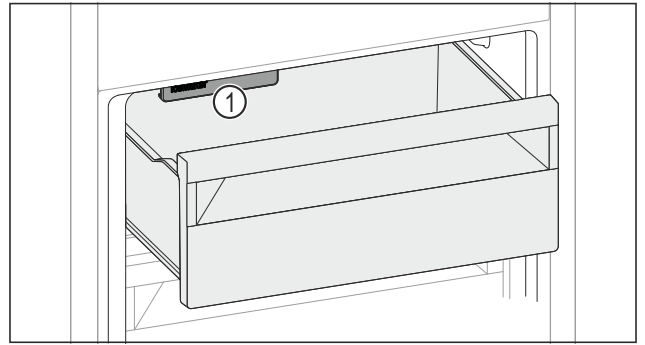

Fig. 142
- ▶ Levensmiddelen in de lade leggen. Wanneer u levensmiddelen in de linker lade plaatst: ▶ Rekening houden met IceMaker Fig. 142 (1).